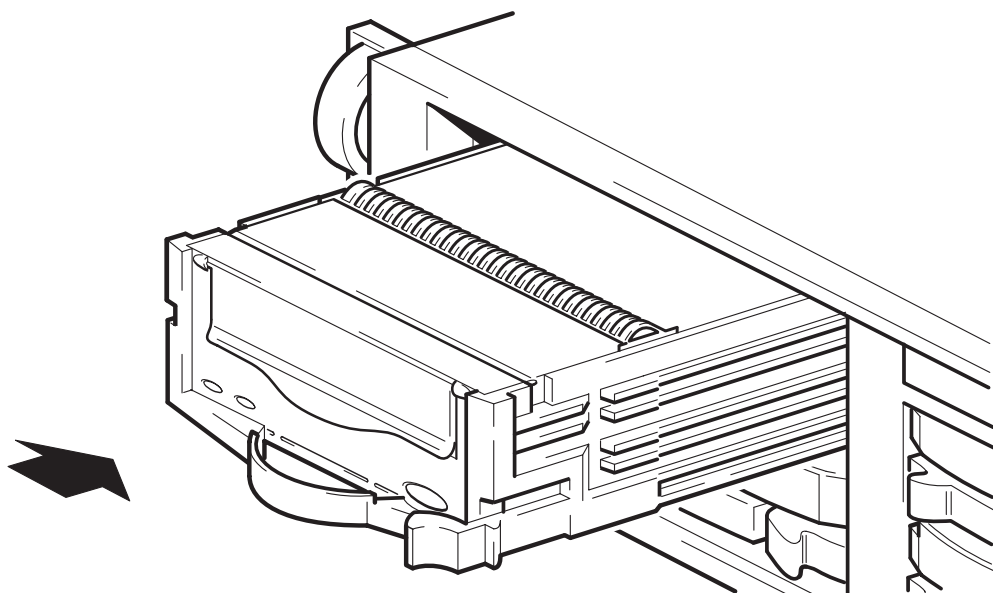

図 3b: テープ・ドライブの取付け
- 3 図 3b に示すようにテープ・ドライブを空いたベイにスライドさせて挿入します。ドライブは、コネクタにしっかりと装着され、リリース・ラッチが定位置に収まるまで挿入します。テープ・ドライブの状態をホットプラグ・テープ・ドライブの LED から判断します（19 ページの「HP StorageWorks DAT テープ・ドライブ」を参照）。